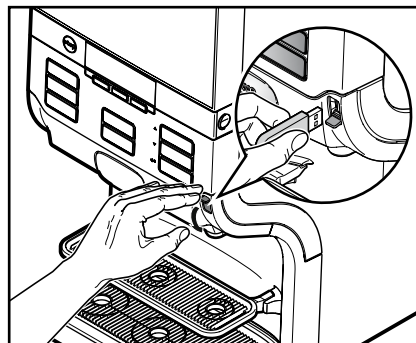

Fig. 23
- Sett USB utløsernøkkelen i USB porten på automaten for å muliggjøre midlertidig tapping av drikkevarer. (Fig. 23)